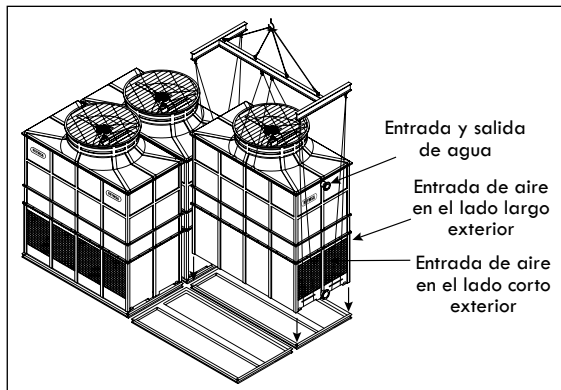

Figura A-105: Orientación -X; Levantamiento e instalación del tercer módulo T2 (Modelos RTGM y RTGMTC)
- D. Repita los dos pasos anteriores para instalar los módulos restantes. Ponga atención en el acomodo; cada módulo está marcado con una etiqueta para identificarlos fácilmente. Ver figura A-105 y A-106.